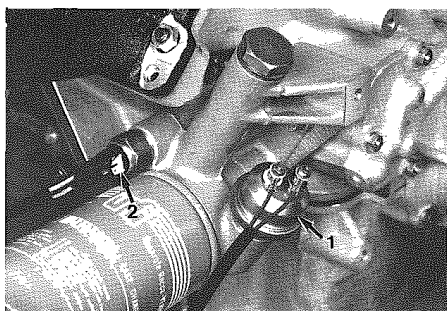

Fig. 62 - 1 - Trasmittitore e spia pressione olio
- Smontare il trasmettitore elettrico di pressione 1 e quello di temperatura olio 2 (**Fig. 62**). Controllare che la spia pressione olio entri in funzione al limite prescritto (vedi pag. 1-6).
- Remove pressure sender unit 1 and oil temperature unit 2 (**Fig. 62**). Check that the oil pressure indicator starts to operate at the indicated limit (see page 1-6).